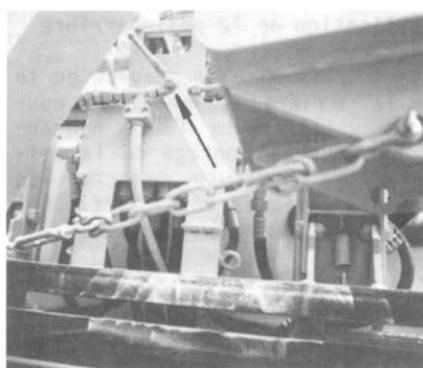

Bild 22
- Kugelblockhahn (Bild 22/ Pfeil) öffnen,
- open the plug-and-ball valve (fig. 22/arrow)
- Ouvrir la vanne de blocage à boisseau sphérique (fig. 22/flèche).
- Kugelblockhahn (Bild 22/Pfeil) öffnen,
- Ouvrir la vanne de blocage (fig. 22/flèche).